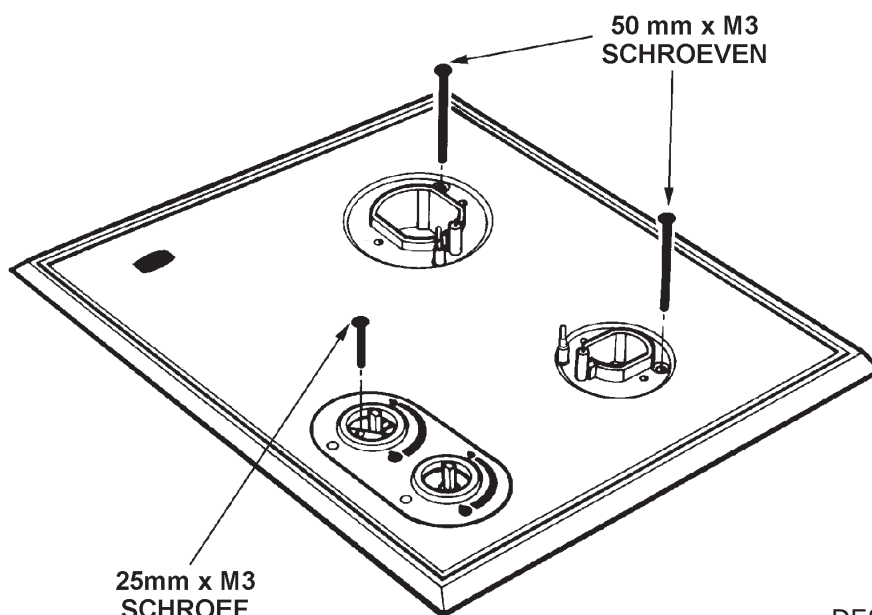

Fig. 2
5. Verwijder alle drie de borgschroeven waarmee de plaat vastzit. Zie fig. 2.